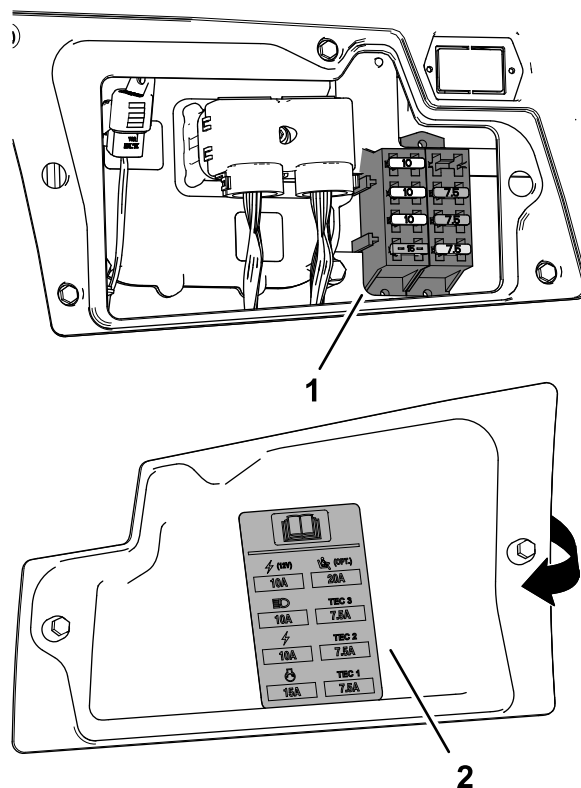

図 100
3. 切れているヒューズを交換する 図 100。同じタイプ、同じ電流値のヒューズに交換する。